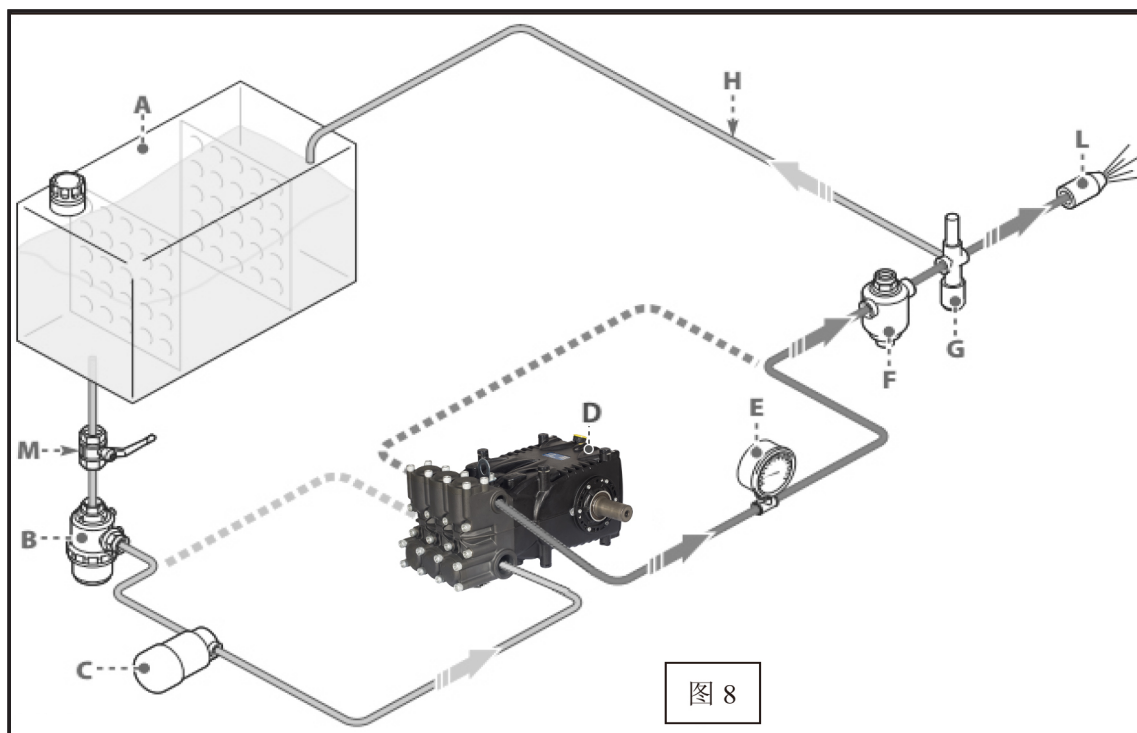

图 8
下面是泵与增压泵连接的简单图解。如图 8
9.7.8 增压泵供水进泵的启动和关闭 (如图8)